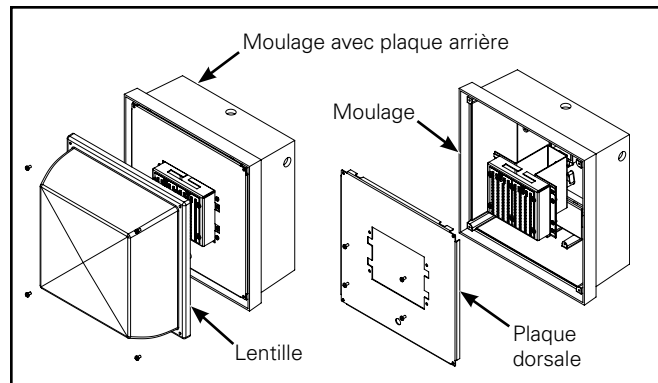

Figure 9.
- Retirez la plaque arrière avec un tournevis Philips (Figure 9).